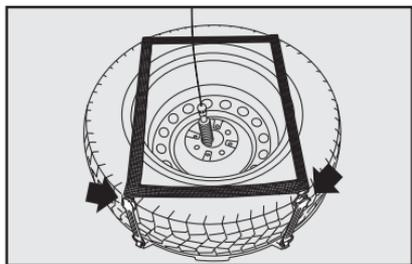

fig. 9
- Algumas versões dispõem de correias e de uma bandeja plástica inferior para fixação do estepe. Soltar as correias **fig. 9** e liberar o estepe.